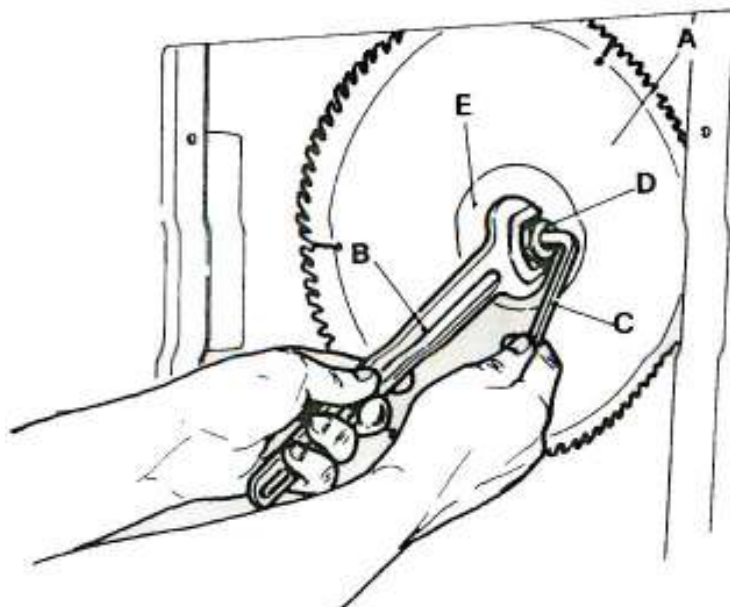

Рис. 12
- Согласно Рис. 12, используя ключ В, зафиксировать гайку D, затем вставить шестигранный ключ С в канавку вала, повернуть В и С в противоположном направлении, чтобы ослабить гайку D. Снять крышку E и пильный диск, затем установить новый пильный диск и собрать в обратном порядке. Обратите внимание на направление зубьев.